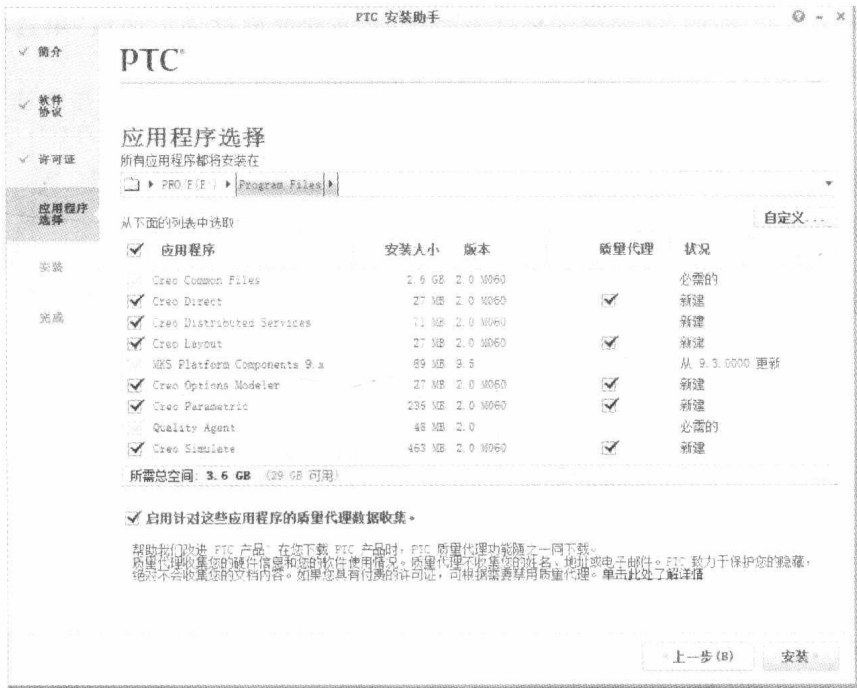

图 1-4 “应用程序选择”选项卡
(5) 进入“应用程序选择”选项卡,选择软件的安装位置和需要安装的应用程序,单击“安装”按钮,如图 1-4 所示。